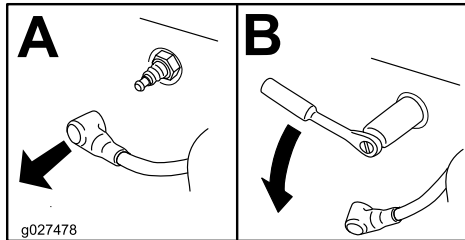

Figura 35
3. Localice y retire las bujías (Figura 35).